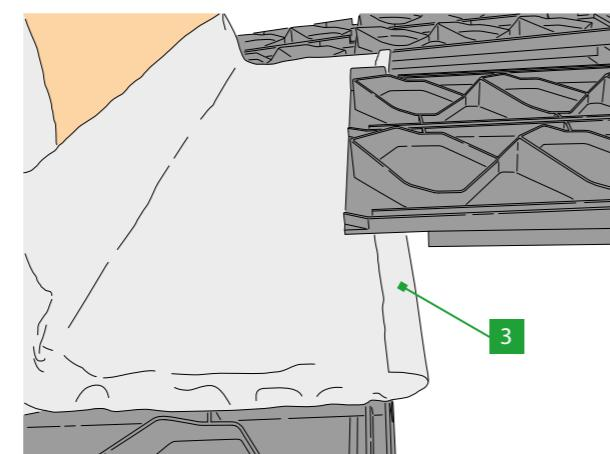

Bild 42
- 3 Oberseitiger Bleianschluss am Schornstein. Der Bleianschluss muss unter die weiterführenden Pfannen gearbeitet werden (siehe Bild 42)
- 3 bovenste plaataansluiting aan de schoorsteen. De plaataansluiting moet onder de pannen verwerkt worden (zie afbeelding 42)